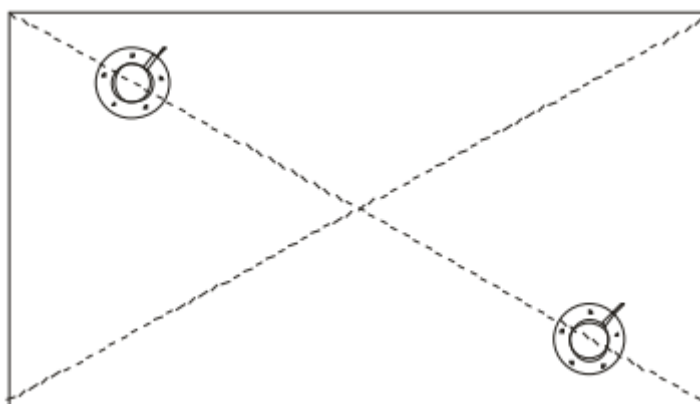

Рис. 4
4) Для повышения точности показаний и уменьшения колебаний показаний уровня возможна установка двух датчиков в один бак. В основном применяется в баках емкостью более 600 литров превышающих длину 1500 мм. Датчики устанавливаются по средней линии на длине $1/3$ бака и $2/3$ бака. См. Рис.4,5